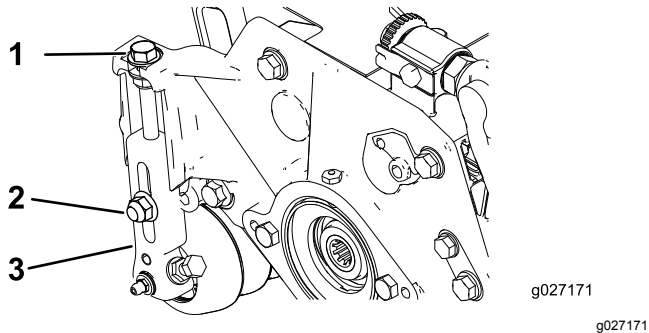

図 15
1. 刈り高アームをカッティングユニットのサイドプレートに固定しているロックナットをゆるめる **図 15**。